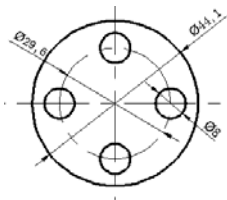

图 9.3.1 图层的应用举例
本例要求先创建“轮廓线层”“中心线层”和“尺寸线层”三个图层，它们的颜色、线宽和线型等属性各不相同，然后利用这三个图层创建图 9.3.1 所示的图形。其一般操作步骤如下。
- (1) 切换图层。在“图层”工具栏中，选择“尺寸线层”图层。
- (2) 使用    命令，创建图 9.3.1 所示的直径标注。